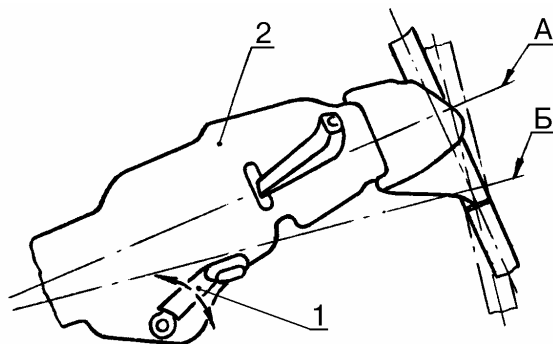

Рис.3 Проверка перемещения рулевой колонки:
1.2.6 Работу механизма перемещения и фиксации рулевой колонки. При опущенном вниз рычаге регулировки 1, рис.3, рулевая колонка 2 должна плавно, без рывков и заеданий, перемещаться вниз-вверх из положения "А" в положение "Б". При поднятом вверх рычаге регулировки 1 рулевая колонка должна надежно фиксироваться в установленном положении.